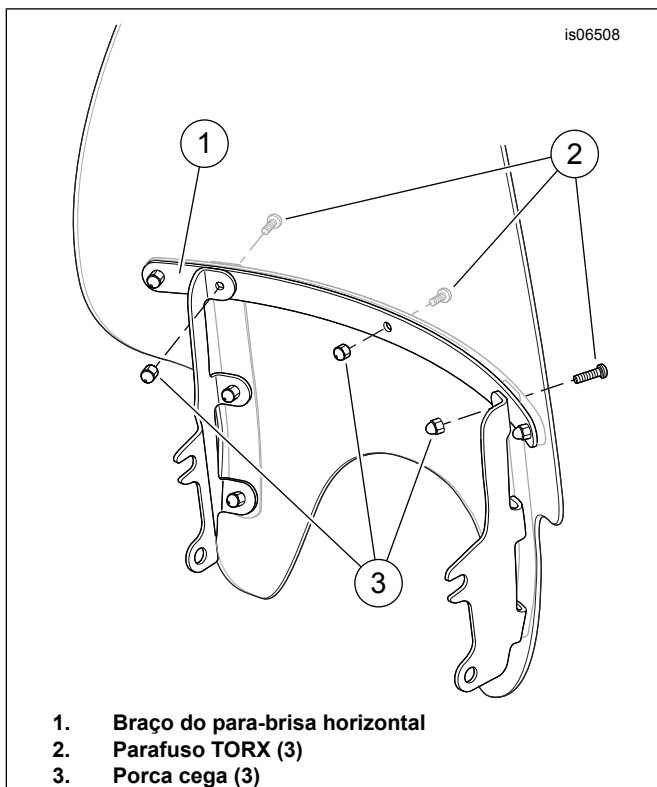

Figura 3. Remoção dos parafusos superiores do para-brisa (típicos)
2. Veja Figura 3. Segurando as porcas cegas (3) no lado traseiro, remova os três parafusos TORX (2) **internos** que fixam o braço do para-brisa horizontal (1). Guarde as porcas cegas para instalação. Descarte os parafusos.